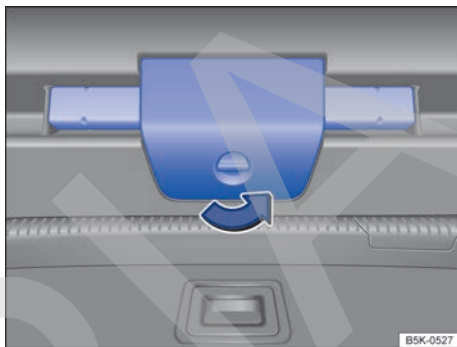

Fig. 96 En el portón del maletero: apertura del soporte del triángulo de preseñalización (Variant).
- Abra el soporte del triángulo de preseñalización y retire el triángulo → fig. 96.